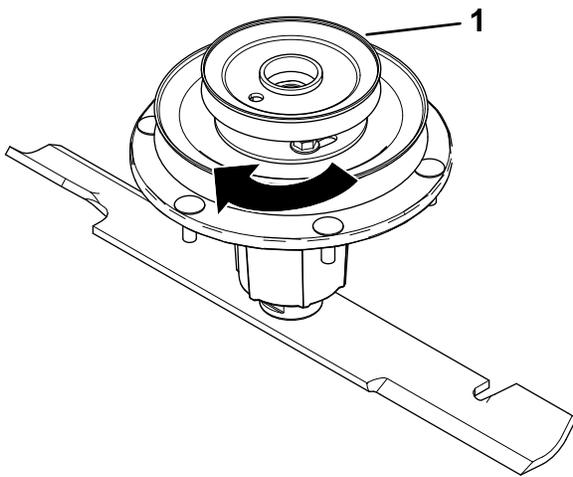

Figura 11
8. Gire la polea para bloquearla en su posición (Figura 11).